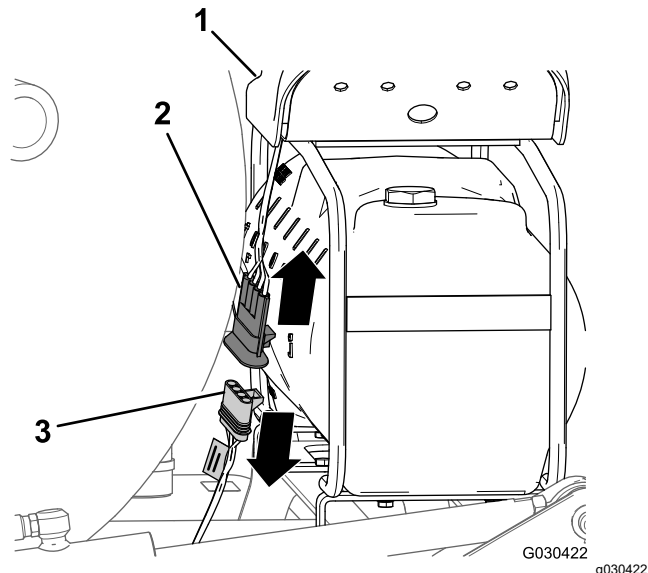

Figure 4
1. À l'arrière du réservoir du traceur à mousse, localisez le faisceau de câblage sur le compresseur (Figure 4).
2. Débranchez le connecteur à 4 broches sur le faisceau du compresseur du connecteur à 4 douilles sur faisceau arrière de la machine (Figure 4).